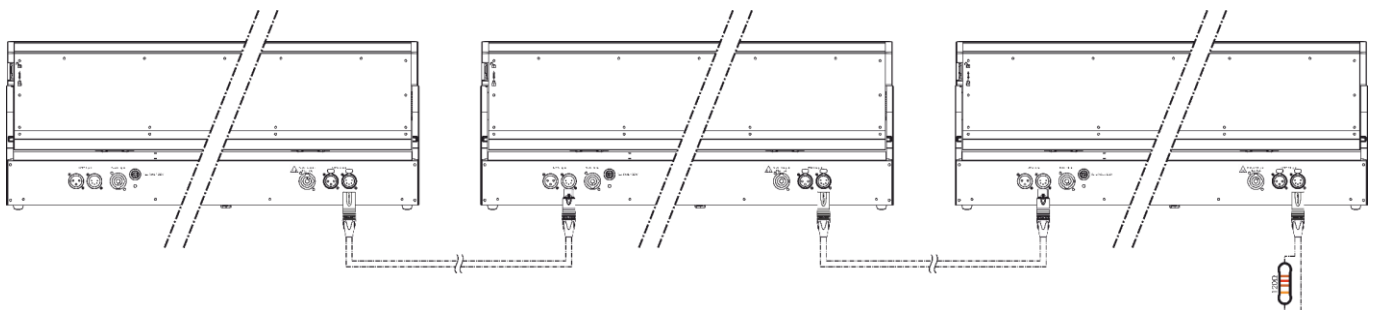

Abb. 08
- 02) Verbinden Sie die gewünschte Anzahl an Geräten auf diese Weise, wie in Abb. 08 gezeigt.